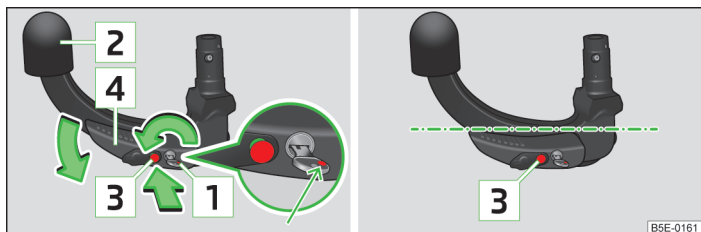

Fig. 102 Ajustar posición de reserva/Posición de reserva
- Gire la llave de modo que su marca roja **1** » fig. 102 sea visible.